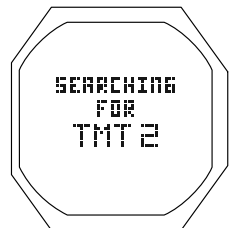

Fig. 100A - RECHERCHE D'ÉMETTEUR
- > Au bout de 2 secondes, un écran de recherche d'émetteur s'affiche (Fig. 100A) pendant 10 secondes, puis l'instrument revient à l'écran principal et affiche le nouveau mélange gazeux (et le nouvel émetteur) sélectionné.